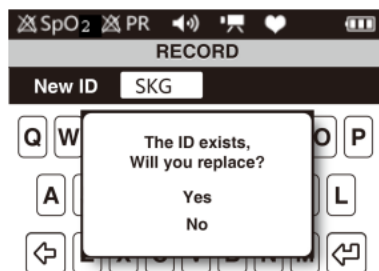

Figura 17. Finestra di dialogo per sostituzione ID esistente
- c. Se l'ID inserito esiste già, verrà visualizzata la finestra di dialogo di richiesta illustrata nella Figura 17. Selezionare "Sì", quindi cliccare il tasto menu per sostituire l'ID esistente; allo stesso tempo iniziare a registrare e tornare all'interfaccia di misurazione. Selezionare "No" per tornare all'interfaccia "Inserimento ID".